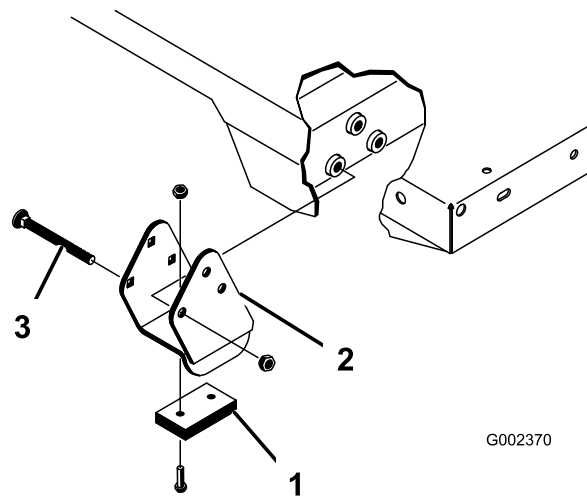

Figura 25
Asigurați-vă că suporturile distanțiere și blocurile de uzură (Figura 25) sunt montate cu uruburile de fixare poziționate în interiorul mainii.
2. Aezai cu atenție platforma pe cadrul mainii, aliniind orificiile plăcii pivotante din spatele platformei cu orificiile din canalul cadrului spate și montează cele 2 tifturi cu cap și gaură în cuiele de osie (Figura 25).
4. Introduceți tiftul cu cap și gaură din exteriorul platformei cu cuiul de osie orientat spre exterior (Figura 25).